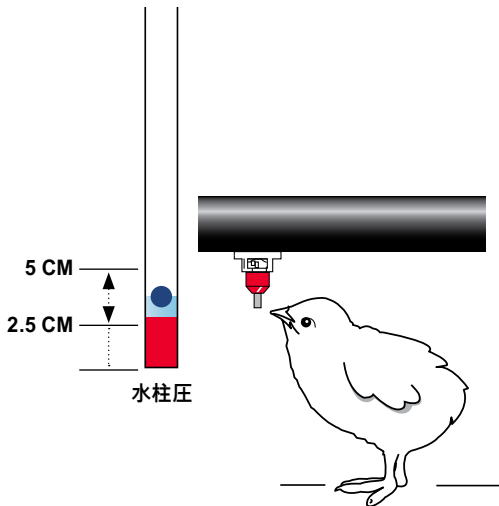

図1
- レギュレーターを1日目の設定に調整します。前面の図1を参照してください。
- 1日目の設定に従って、ドリンカーラインの高さを微調整します。前面の図1を参照してください。